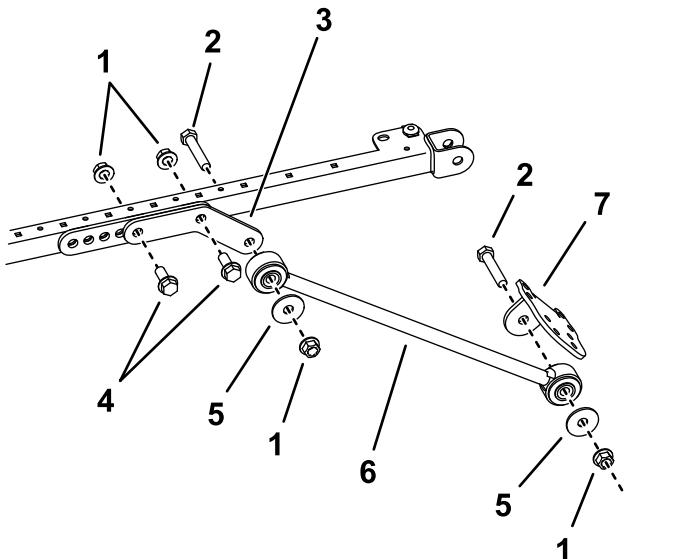

**Figura 39**
8. Usando los taladros de montaje indicados en la Figura 39, sujeté provisionalmente cada uno de los soportes de los tirantes a los postes de la barra antivuelco con un perno en U ( $3\frac{1}{2}$ " x 5") y 2 tuercas con arandela prensada.